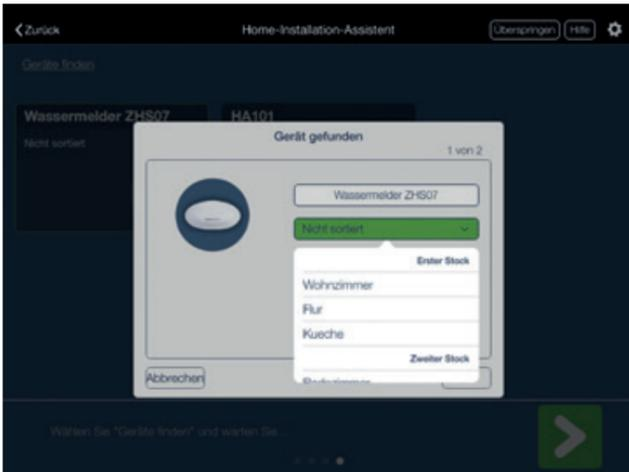

Abb. 18
3. Wählen Sie den Geräteort aus dem Auswahl-Menü „Ort“ aus. (siehe Abb. 18)